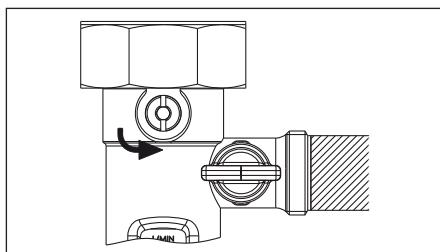

Fig. 6.19 Position de la vis de réglage
3. Ouvrir le robinet à tournant sphérique supérieur du débitmètre en mettant la vis de réglage en position verticale (fig. 6.19).